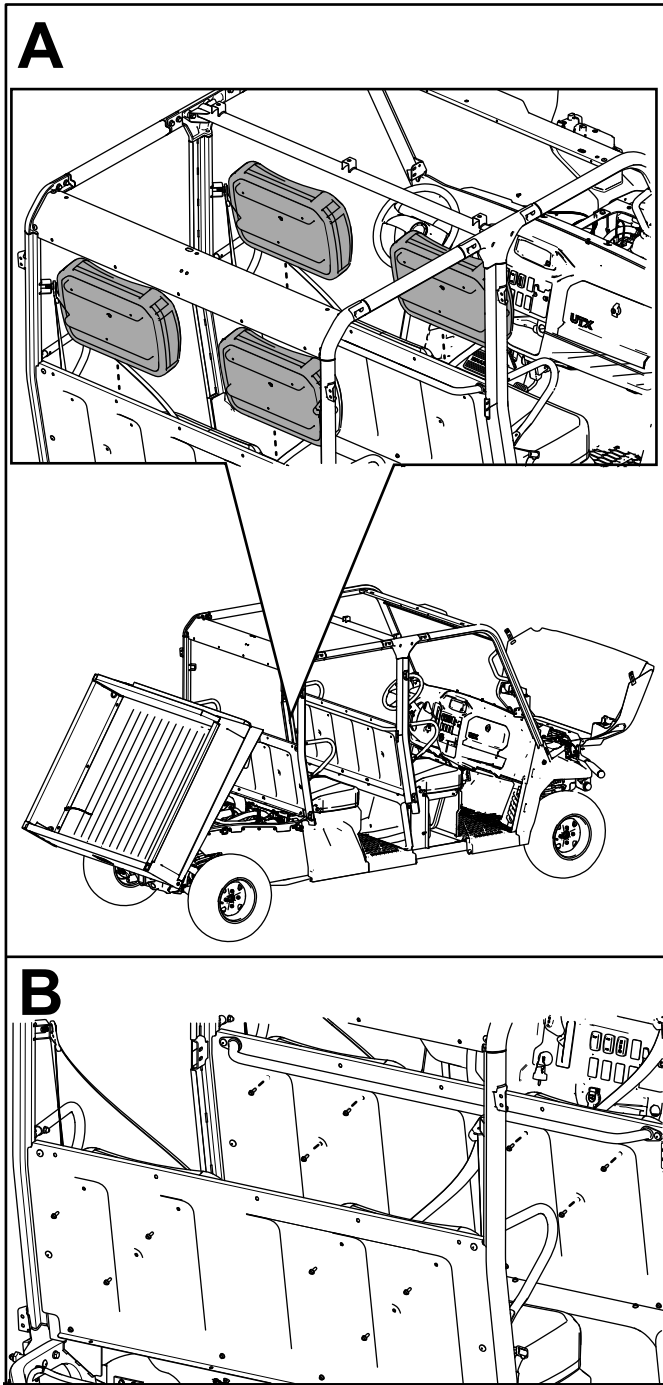

Bild 55
28. Befestigen Sie die vier Rückenlehnen mit 12 Sechskantschrauben ($\frac{1}{4}$ " x $\frac{3}{4}$ ") an den Sitzplatten, wie in **Bild 55** dargestellt.